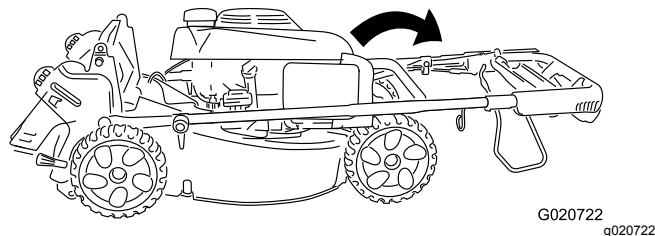

Рисунок 21
2. Поверните всю рукоятку вперед (Рисунок 21).